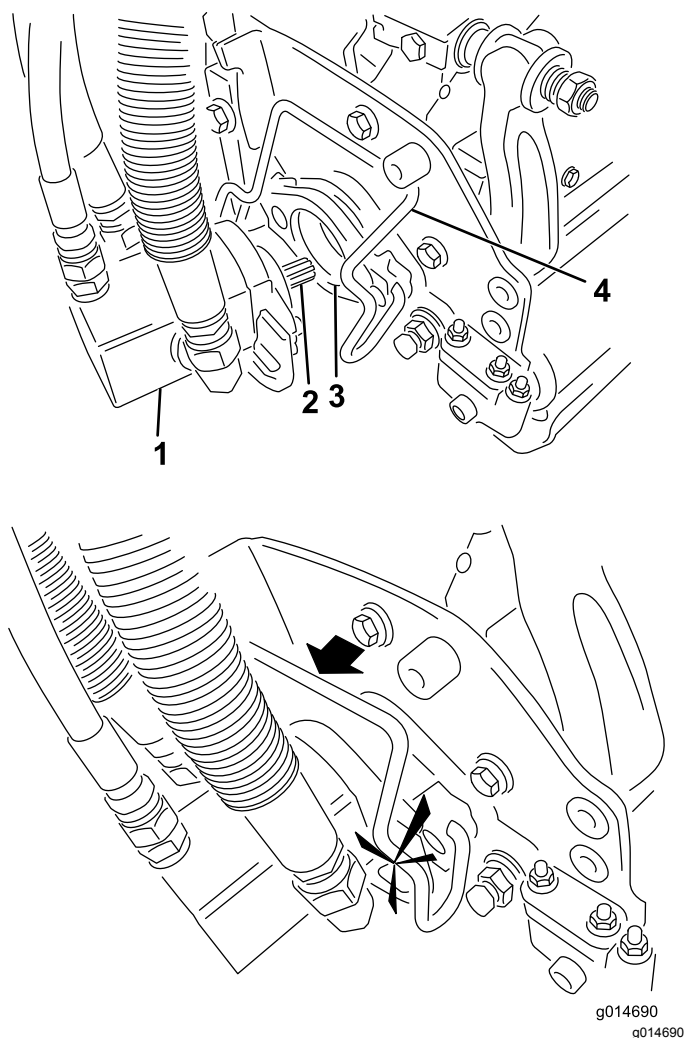

Figura 3
5. Introduzca el motor en el lado izquierdo de la unidad de rodillo triple (visto desde el puesto del operador) y tire de la barra de retención del motor (en la unidad de rodillo triple) hacia el motor hasta que oiga un "clic" en ambos lados del motor (Figura 3).